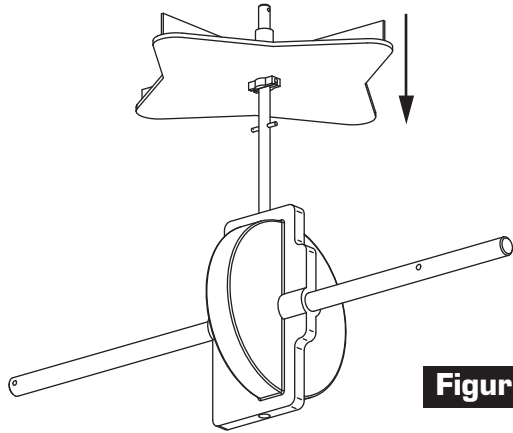

Figure 1
1. Enfoncez le disque d'épandage sur l'axe du disque comme illustré dans la figure 1. Veillez à ce que la goupille cylindrique placée sur l'axe du disque s'engage dans la fente du disque.